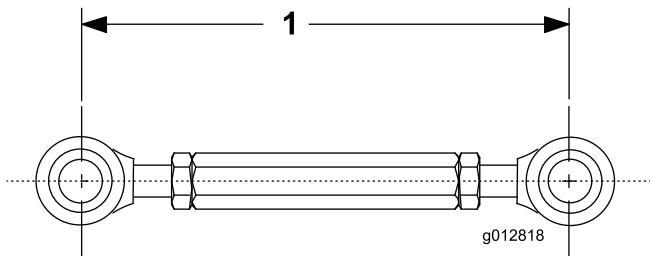

Bild 4
- Bringen Sie den Gewindestift auf eine Länge von 19 cm und ziehen Sie die Klemmmuttern fest (Bild 4).